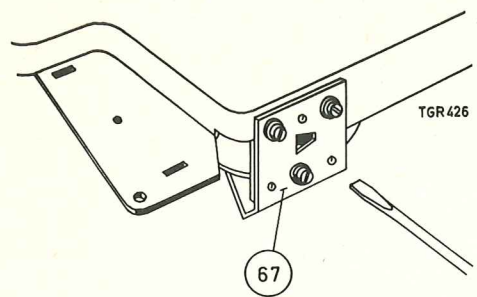

Fig. 3
- . Desserrer les trois vis qui fixent l'étrier de palier inférieur 67 du volant à la plaque de montage, voir fig. 3.
La hauteur du volant peut être réglée en introduisant un tournevis dans le trou triangulaire de l'étrier de palier inférieur de la façon décrite fig. 3.
- . Desserrer les trois vis qui fixent l'étrier de palier inférieur 67 du volant à la plaque de montage. Voir fig. 3.
Après fixation de l'étrier de palier inférieur 67 la rainure de corde du volant 66 et celle du galet presseur 63 doivent se trouver à la même hauteur. La hauteur du volant peut être réglée en introduisant un tournevis dans le trou triangulaire de l'étrier de palier inférieur de la façon décrite fig. 3.